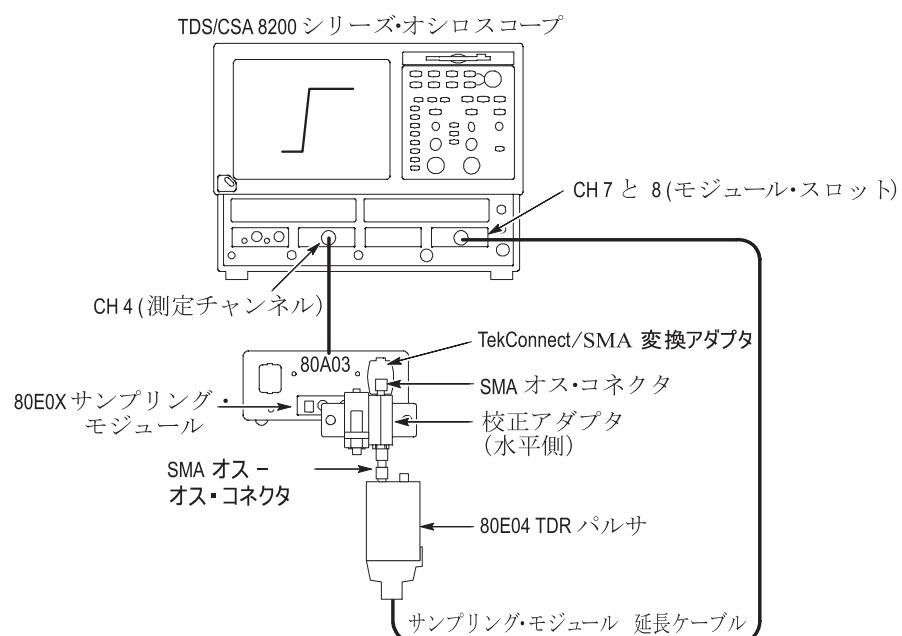

図 17： テスト・システムの立上り時間の構成
2. 図 17 に示すように、テスト機器を接続します。TDR パルス・ゼネレータと一緒にサンプリング・モジュール延長ケーブルを使用して、ケーブル損失の問題を最小限にします。
7. オシロスコープの水平位置コントロールと垂直位置コントロールを調整して、図 17 に示すような信号を表示します。